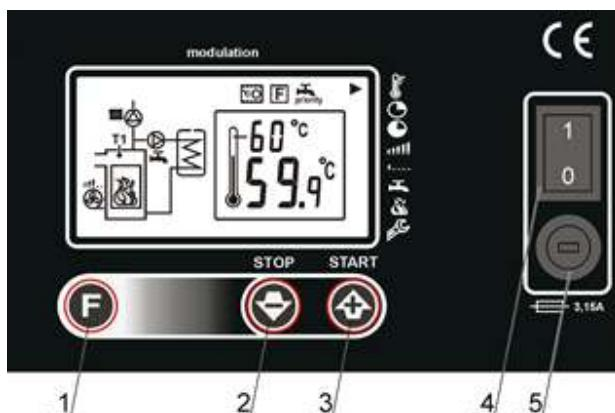

Рис. 1 Вид клавиатуры
Регулятор запускается при помощи нажатия сетевого включателя (4) Рис. 1. На самом начале появляется информационное окно с версией программы после чего регулятор переходит на показание главного окна.